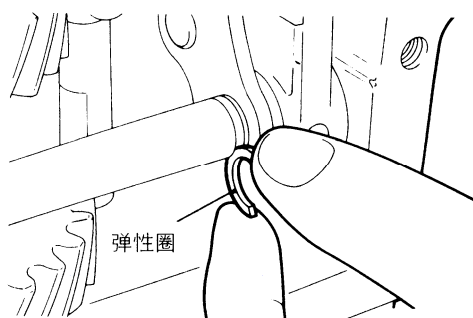

图 3-80 安装弹性圈
(26) 安装控制连接杆弹簧销时，用专用工具 MD998245 敲入控制连接杆的弹簧销。
(27) 安装弹性圈（图 3-35 中零件号为“14”）时，如图 3-80 所示，选择并安装弹簧圈使换挡杆端隙能达到标准值的要求。换挡杆端隙标准值为 0.1~0.4mm。